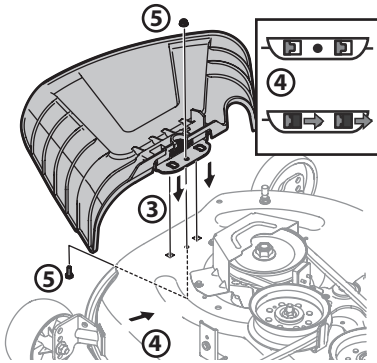

Figure 9
3. Lorsque vous placez le déflecteur d'éjection sur le plateau de coupe, insérez les pattes du déflecteur d'éjection dans les trous du plateau de coupe. Voir Figure 9.
4. Glissez le déflecteur d'éjection vers l'arrière de l'appareil jusqu'à ce que le trou du boulon sur le déflecteur d'éjection s'aligne avec le trou du plateau de coupe. Voir Figure 9.